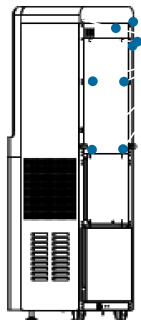

Figure 10 ·
3. Desserrez les vis avec un tournevis et retirez le capot ainsi que le déflecteur arrière (figure 10).